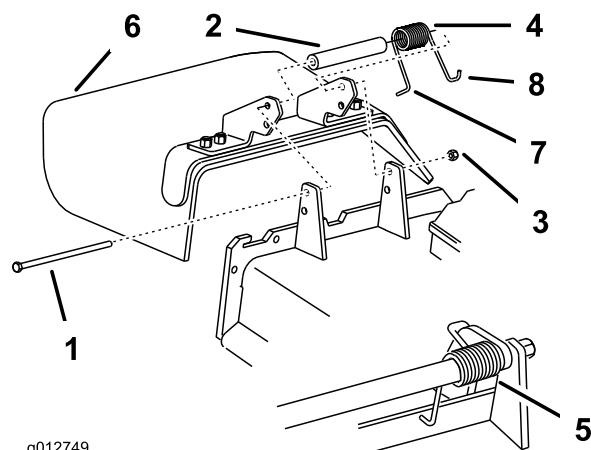

Figure 87
Remarque: Prenez soin de placer l'extrémité en **L** du ressort derrière le bord du tablier avant de mettre le boulon en place, comme indiqué à la Figure 87.
- Remettez le boulon et l'écrou. Accrochez l'extrémité en **J** du ressort au déflecteur d'herbe (Figure 87).
- Retirez le contre-écrou, le boulon, le ressort et l'entretoise qui fixent le déflecteur aux supports de pivot (Figure 87). Enlevez le déflecteur s'il est endommagé ou usé.